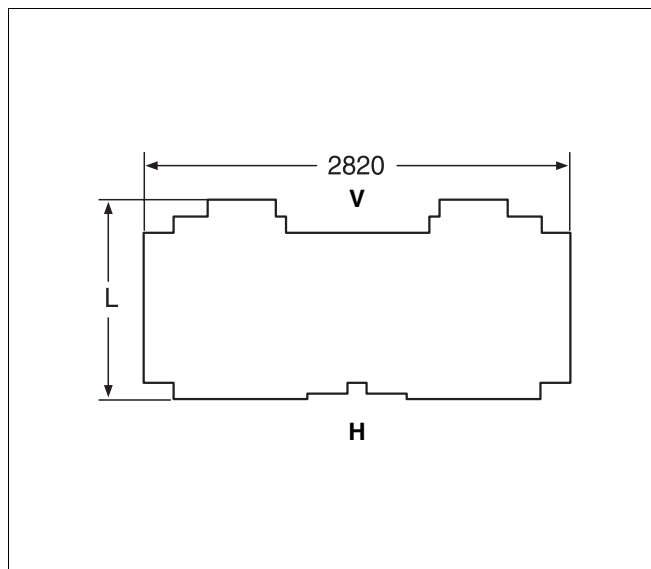

Fig. 32 Izolația termică
- Izolația termică livrată cu cazanul corespunde mărimii cazanului (tab. 1). Izolația termică se montează pe blocul cazanului în conformitate cu reprezentarea din fig. 32.